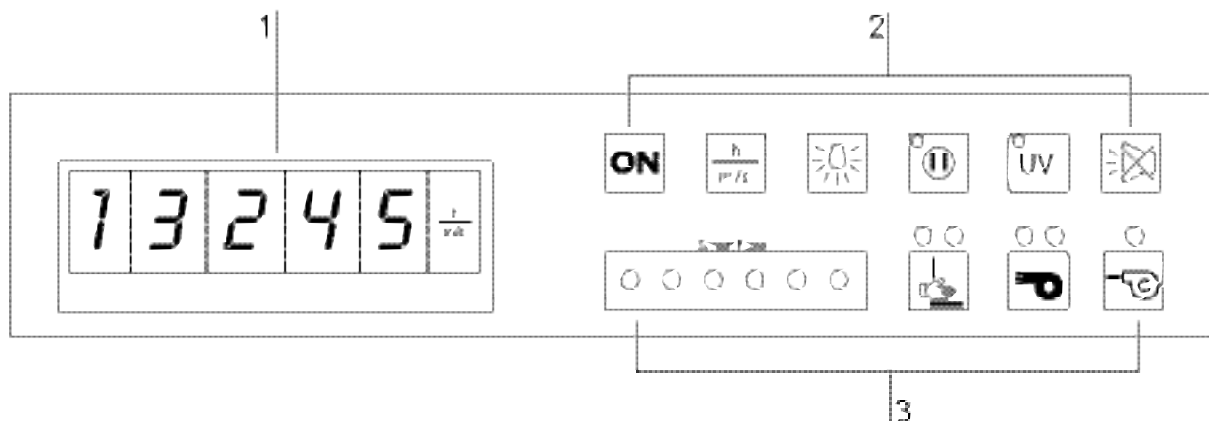

Fig. 5
**Fig. 5 :** L'enceinte de sécurité est commandée à partir d'un panneau de commande comprenant des touches de commande, des DEL de fonction et un dispositif d'affichage.